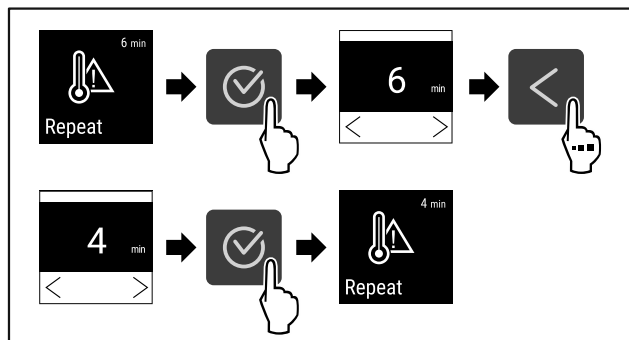

Fig. 100
- ▶ Suivre les étapes (voir Fig. 100).